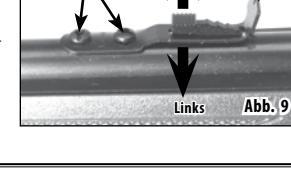

Abb. 9
- Die Kimme kann eingestellt werden, um nach links oder rechts zu zielen (Abdrift). Lockern Sie die Abdrift-Einstellschrauben, indem Sie sie gegen den Uhrzeigersinn drehen. Bewegen Sie die Visierung nach links, damit das Geschoss links vom Ziel trifft. Ziehen Sie dann die Abdrift-Einstellschrauben fest, indem Sie sie im Uhrzeigersinn drehen. (Abb. 9)